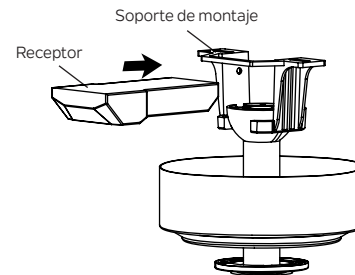

Figura 13
Paso 1. Inserte el receptor en el soporte de montaje y manténgalo plano en oposición al techo. (Figura 13)